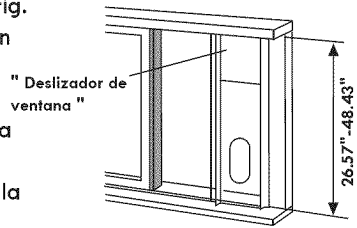

Fig.13
2. Coloque el deslizador de ventana sobre el sello de espuma adhesivo (véase la Fig. 13). Ajuste la altura del deslizador de ventana de acuerdo con las instrucciones de la página 8.
3. Corte otro trozo de sello de espuma adhesivo y colóquelo en la hoja de la ventana (véase la Fig. 13). Cierre la hoja de la ventana firmemente en el deslizador de ventana (véase la Fig. 14).